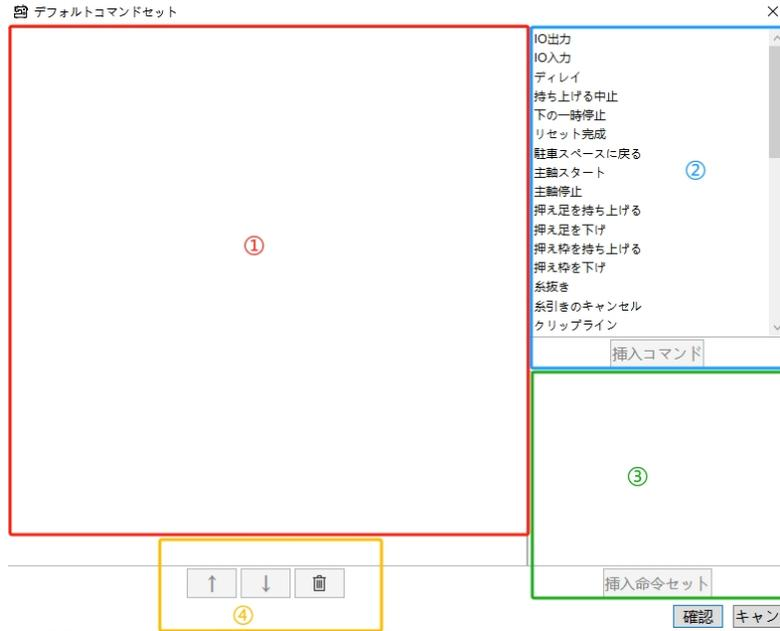

図 5. 10. 1a 図形開始コマンドセット設定ページ
②コマンドライブラリからコマンドを選択する場合、「コマンド挿入」をクリックするか、このコマンドをダブルクリックすると、パラメータポップアップウィンドウが表示されます。パラメータページは図 5. 7. 5c の通りです。「確定」ボタンをクリックすると、コマンドはコマンドセグメントエリアに表示されます。
③すべてのコマンドを追加した後、削除する必要がある場合、コマンドセグメントをダブルクリックするとパラメータ設定ボックスがポップアップ表示され、パラメータを変更することができます。コマンドを削除する必要がある場合、コマンドセグメントを選択し、「削除」ボタンをクリックします。コマンドセグメントを移動する必要がある場合、コマンドを選択した後、「↑」「↓」ボタンをクリックすると、コマンドセグメントを上下に移動できます。
④最後に「確認」ボタンをクリックすると、このデフォルトコマンドセットが保存されます。「コマンド処理」をクリックすると、図形の開始位置にこれらのコマンドがデフォルトで追加されます。具体的な操作は図 5. 10. 1b の通りです。